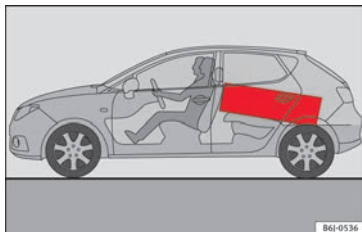

Fig. 147 Los objetos pesados deberían transportarse lo más adelante posible.
- Coloque los objetos pesados en la parte delantera del maletero, lo más al fondo posible » **fig. 147**.